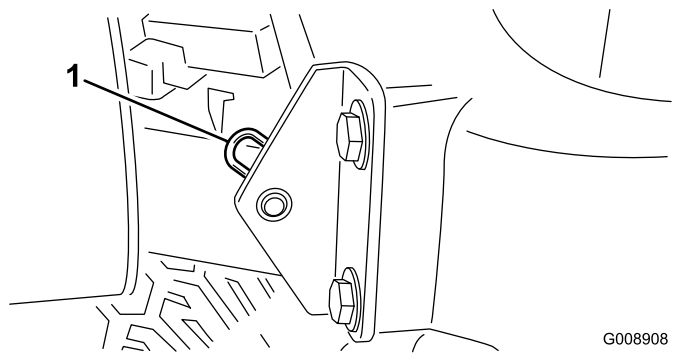

図 35
- フードのピボット部をブラケットに固定しているヘアピンコッターを抜き取る 図 35。